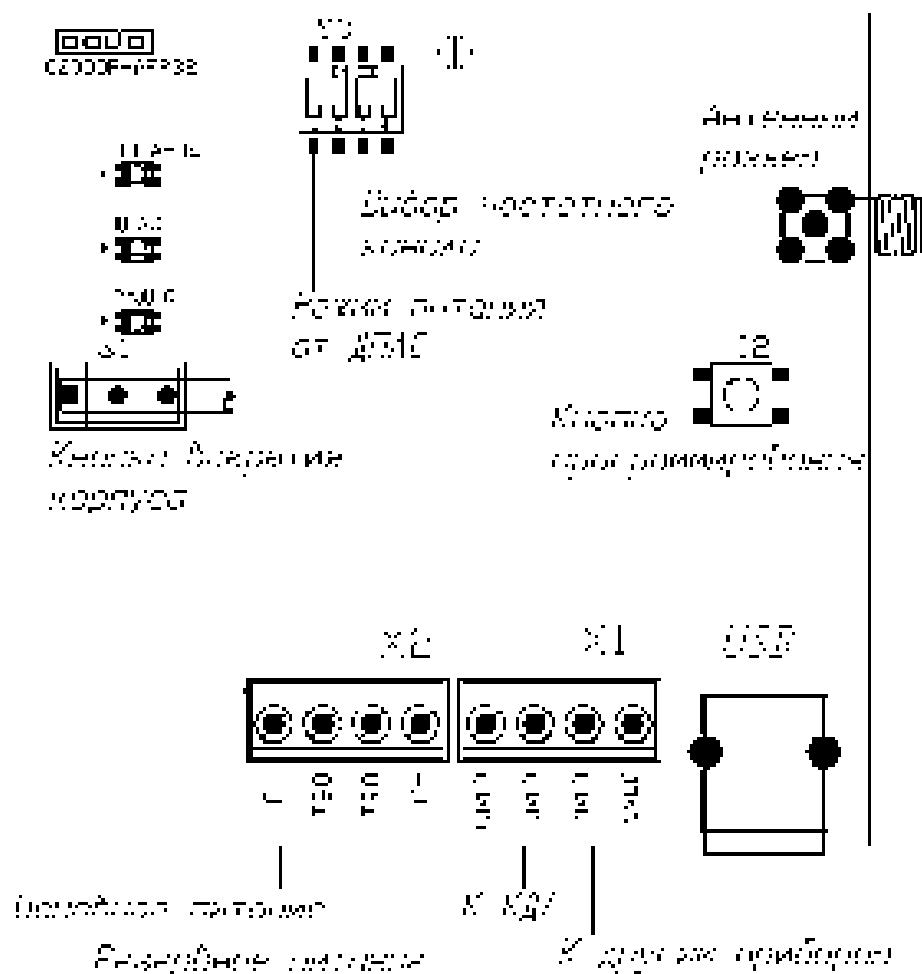

Рисунок 4.1 «C2000P-APP32»
Существует два режима питания APP32, выбор режима осуществляется при помощи переключателя S3.1 (см. Рисунок 4.1).
В режиме питания от внешних источников, подключаемых к клеммам X2 (см. Рисунок 4.1), при штатной работе системы отсутствует потребление из сети ДПЛС. В данном режиме APP32 контролирует напряжение внешних источников питания, которое должно находиться в диапазоне от 9 до 28 В.
АРР32 имеет три двухцветных светодиодных индикатора (см. Рисунок 4.1):
2. Подключите антенну, входящую в состав прибора, к антенному РЧ разъему на плате (см.Рисунок 4.1);
Выбор РЧ канала осуществляется вручную посредством переключателей S3.2—S3.4 (см. Рисунок 4.1), либо в автоматическом режиме. После выбора канала APP32 и все подключённые к нему РУ переходят на выбранный канал в течение трёх периодов опроса.
Процедура запускается посредством комбинации нажатий кнопки программирования **S2** (см. Рисунок 4.1) «**двойное короткое – длинное**». Процедура анализа занимает 4 минуты, при этом подаётся световая индикация: светодиоды «Питание» и «ДПЛС» выключены, «Радио» поочередно мигает зелёным и жёлтым с частотой 4 раза в секунду.
- Установите переключатели S3.2, S3.3 и S3.4 (см. Рисунок 4.1) в положение «On».